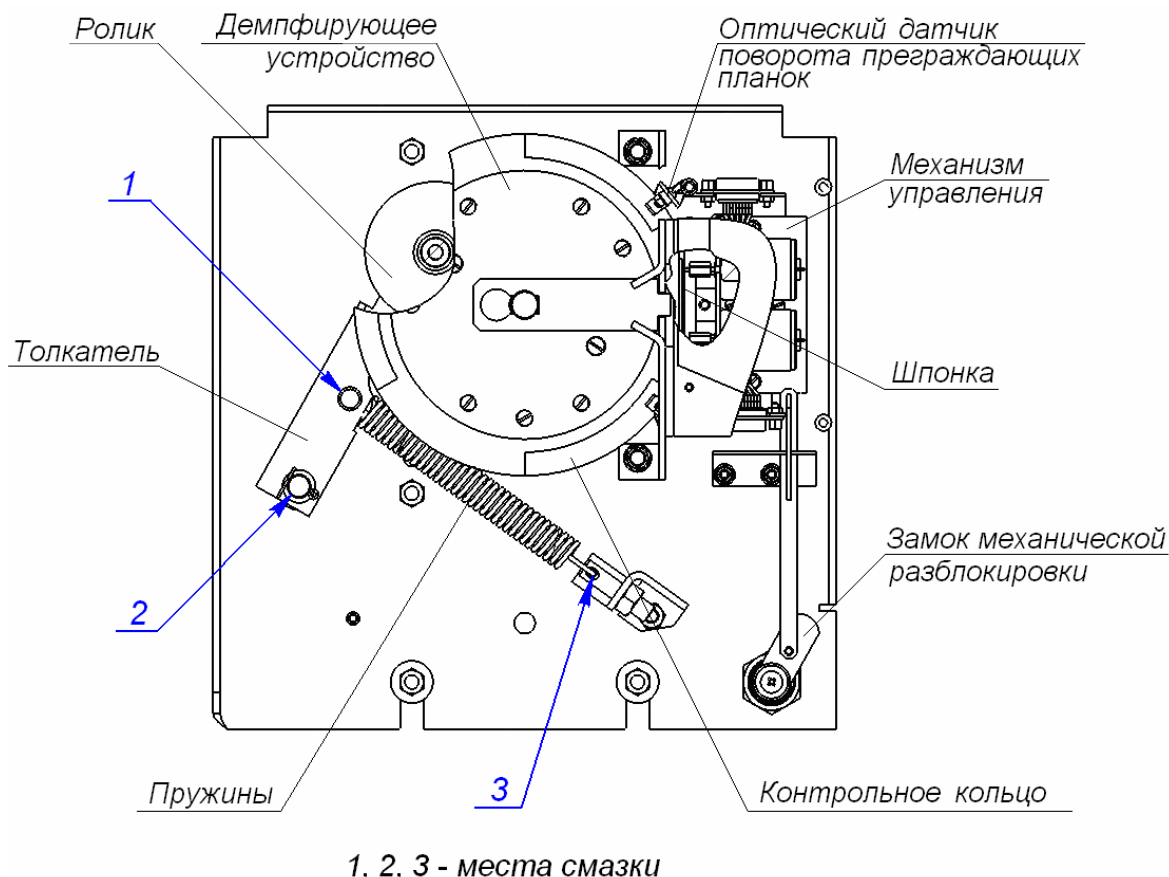

Рисунок 11 Расположение внутренних деталей и узлов стойки турникета (плата CLB не показана)
Проведите визуальный осмотр устройства доворота (толкателя, пружин и ролика), оптических датчиков поворота преграждающих планок и демпфирующего устройства (см. рисунок 11).
- четыре втулки на устройстве доворота – две на оси вращения толкателя и две на оси крепления пружин, а также отверстия в деталях крепления пружин, по две - три капли масла в каждое место смазки (см. рисунок 11);
- механизм секретности замка механической разблокировки (15) через замочную скважину;